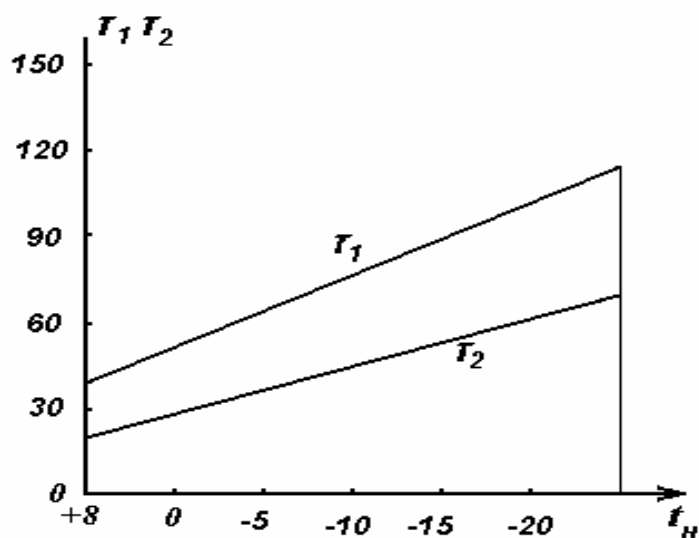

Рис. 54
17. Объясните, возможно ли регулирование системы горячего водоснабжения (закрытая система) по данному графику (рис. 54).